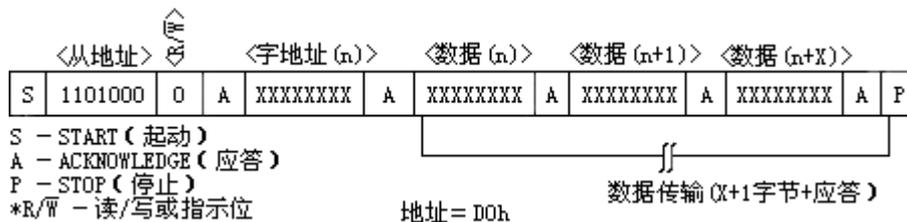

图 6 数据写—从器件接收模式
1、从接收器模式（写 DS1307 模式）器件通过SDA 和SCL 接收串行数据和时钟。在接收到每一个字节后，就发送一个应答位，而START 和STOP 为串行传递的始末端。在接收到从地址和方向位（见图6）后，硬件自动执行地址识别。在主器件产生起动（START）条件后，DS1307 接收到的第一个字节是地址字节，此地址字节包含有7 位的 DS1307 地址：1101000，跟随在指示位（R/~W）之后（此时为写操作，该位为 0）在收到并译出地址信息后，器件就在 SDA 线上输出应答位。在 DS1307 识别从地址+写入位后，主器件将发送一个寄存器地址到 DS1307，以此在 DS1307 上设置寄存器指针，之后，主器件将开始发送数据字节（DS1307 在接受完每个字节之后都将返回一个应答位），所有数据字节传输完成后，主器件将产生一个停止（STOP）条件来中断数据的写入。